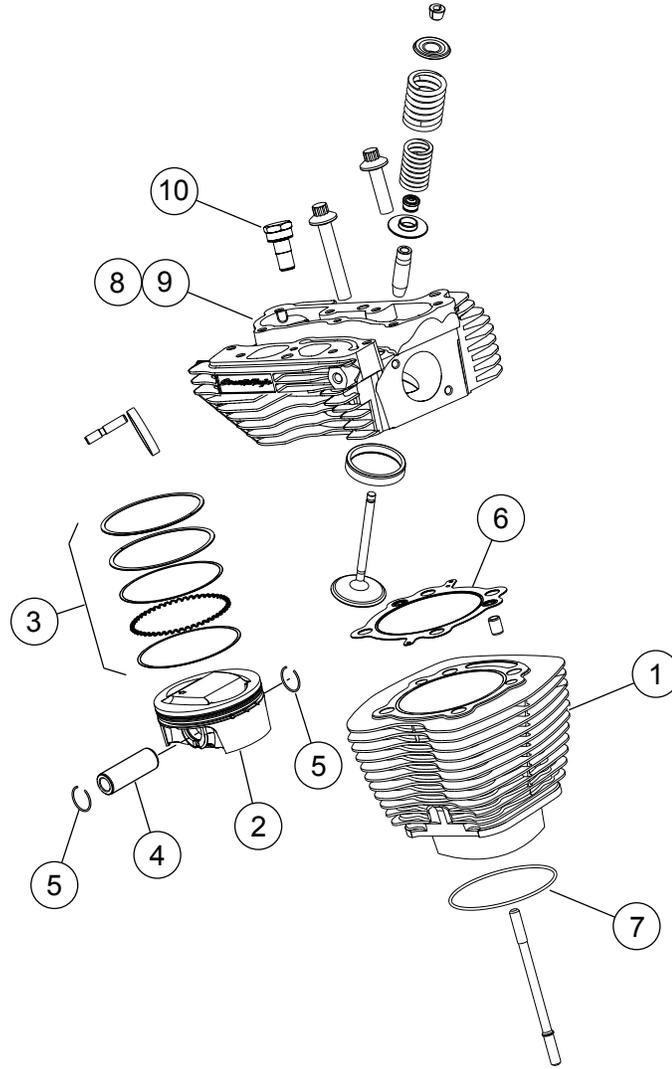
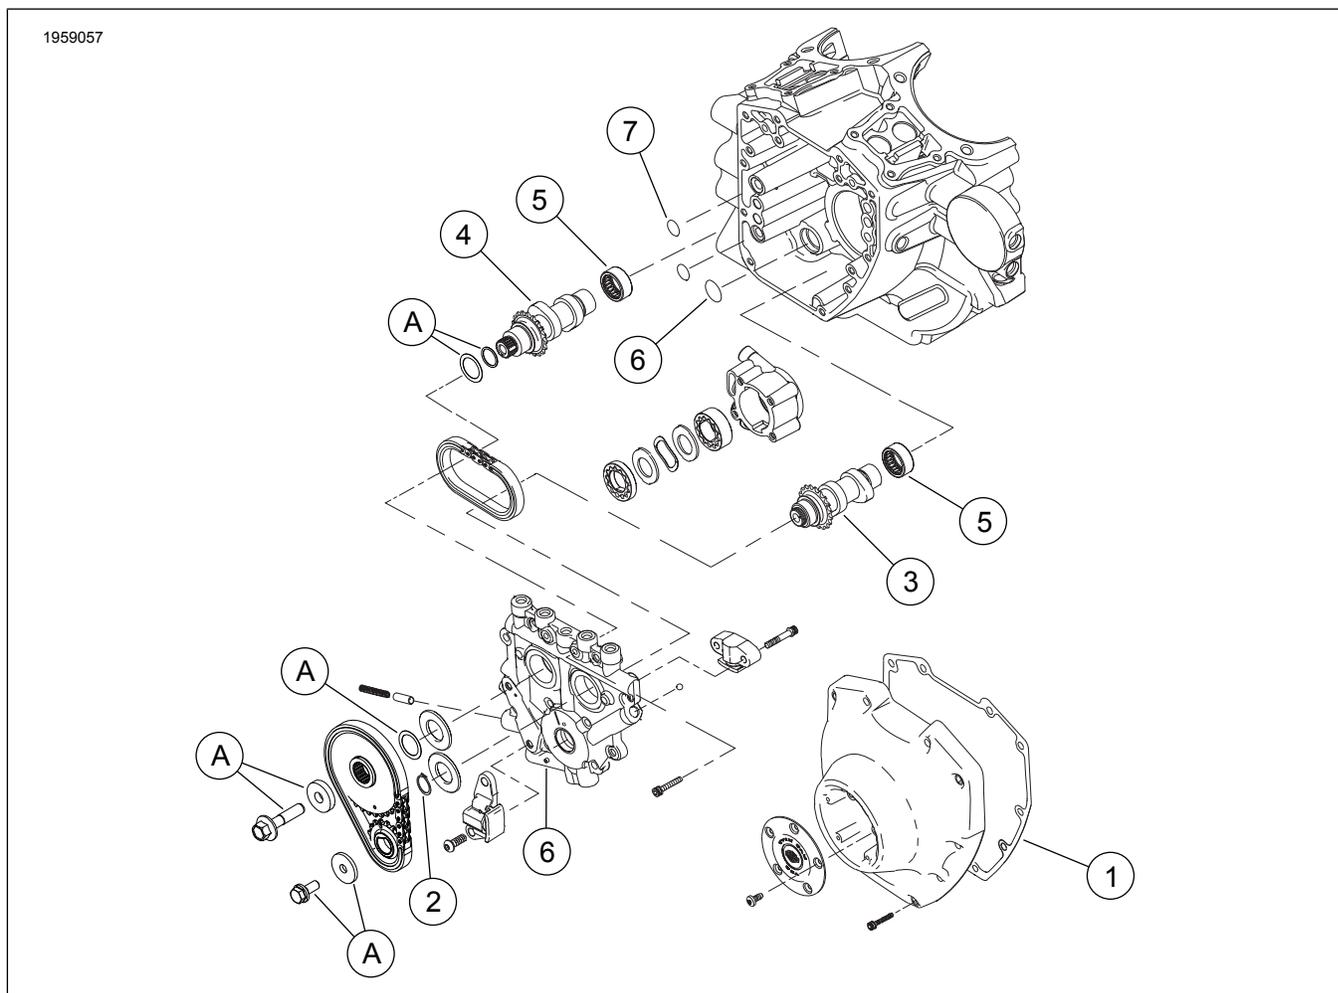

Figure 1. Pièces de rechange : Ensemble Screamin' Eagle Pro TC (96 po³ à 103 po³) Stage 4
Figure 3. Pièces de rechange : Ensemble Screamin' Eagle Pro TC (96 po³ à 103 po³) Stage 4
Consultez Figure 1 à Figure 3 et Tableau 1 à Tableau 3.
1. Consultez Figure 3 . Inspectez les roulements des aiguilles à cames (7) et remplacez-les, si nécessaire.
2. Consultez Figure 1 jusqu'à Figure 3 . Assemblez les cames sur la plaque à cames, les culasses haute performance et la partie supérieure du moteur en utilisant les pièces de l'ensemble. Référez-vous aux sections MOTEUR correspondantes du manuel d'entretien.